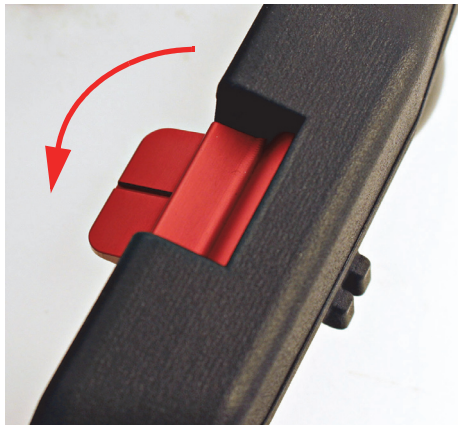

Figura 4-2 Pestillo de freno desactivado
- Para desactivar el freno, baje (posición echada) el pestillo de freno rojo (ver Figura 4-2 en la página 72).